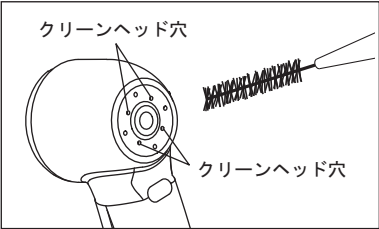

図5
- 2) クリーンヘッド穴まわりの汚れを落とします（図5）。